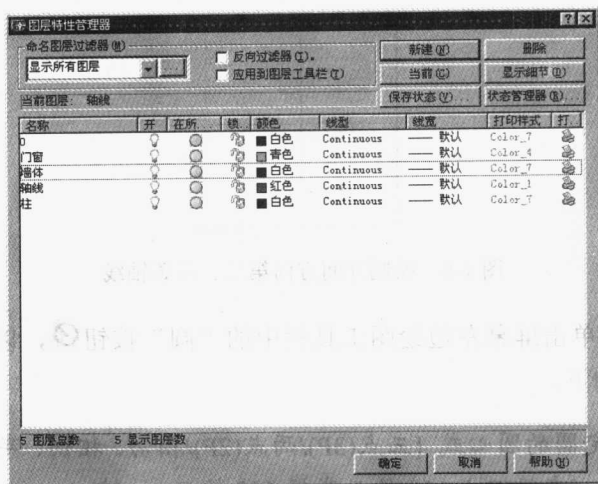

图 1-9 设置图层
(11) 设置图层：单击快捷工具栏中“图层特性管理器”按钮，打开“图层特性管理器”对话框，在该对话框中单击“新建”按钮为图层起名字(轴线、墙体、门窗、柱)，如图 1-9 所示。